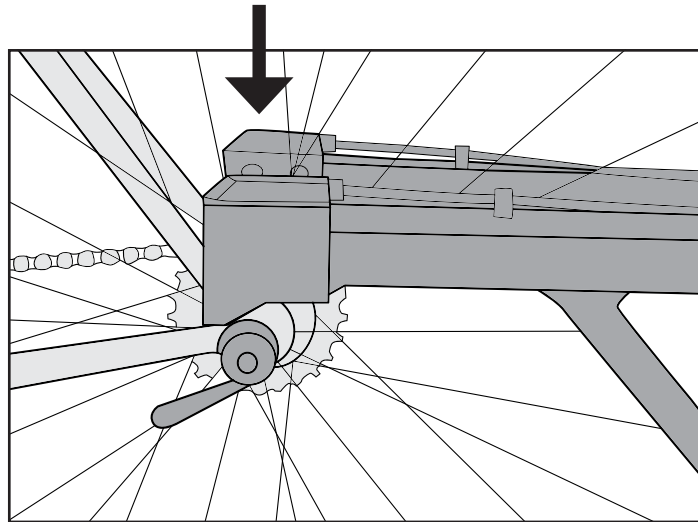

Figure 13
4. While holding your bicycle upright, lift the trailer and position it so that the Burley Ballz® Receivers on the yoke are directly above the ball ends of the Burley Ballz® Quick Release Axle on your bicycle. (Figure 13)
4. Tout en tenant votre vélo à la verticale, soulevez la remorque et positionnez-la de sorte que les récepteurs Burley Ballz® de l'attelage se trouvent directement au-dessus des capuchons de l'essieu à blocage rapide Burley Ballz® de votre vélo. (Figure 13)
4. Halten Sie das Fahrrad aufrecht, heben Sie den Anhänger an und positionieren Sie ihn so, dass sich die Burley Ballz® Aufnahmen an der Gabel direkt über den Kugelköpfen der Burley Ballz® Schnellspannachse am Fahrrad befinden. (Abbildung 13)